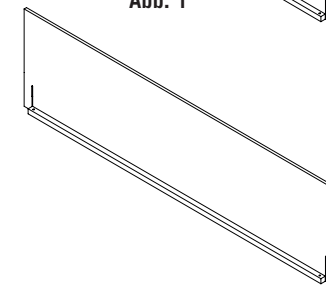

Abb. 2
- Seitenteile hinten Holz (Abb. 2)